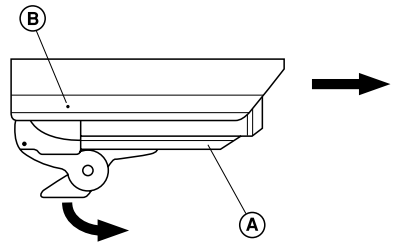

Fig. 2
3. Positionner la rotule perpendiculairement au caisson (Fig. 2).
4. Déserrer la vis (A) et dévisser les deux vis (B) à l'aide d'une clé hexagonale de 4mm.
Pour avoir plus aisément accès aux vis (B), faire glisser le parasoleil vers l'avant (Fig. 2).